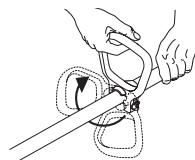

Fig. 6
1. Ubique la tuerca de mariposa en el mango en forma de D. Aflojela suficientemente para soltar el mango en forma de D (Fig. 6).
2. Gire el mango en forma de D hacia la posición vertical al frente de la cubierta del eje (Fig. 6).